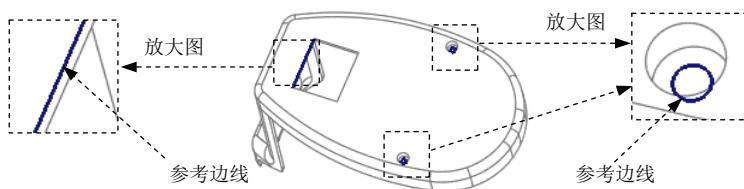

图 26.7 填充破孔边
(6) 填补复制曲面上的破孔。在系统弹出的操控板中单击 **选项** 按钮，在“选项”界面选中 **排除曲面并填充孔** 单选项，在 **填充孔/曲面** 区域中单击“选择项”，在系统的提示下，分别选择图 26.7 所示的边线。
(7) 在“曲面：复制”操控板中单击 按钮。